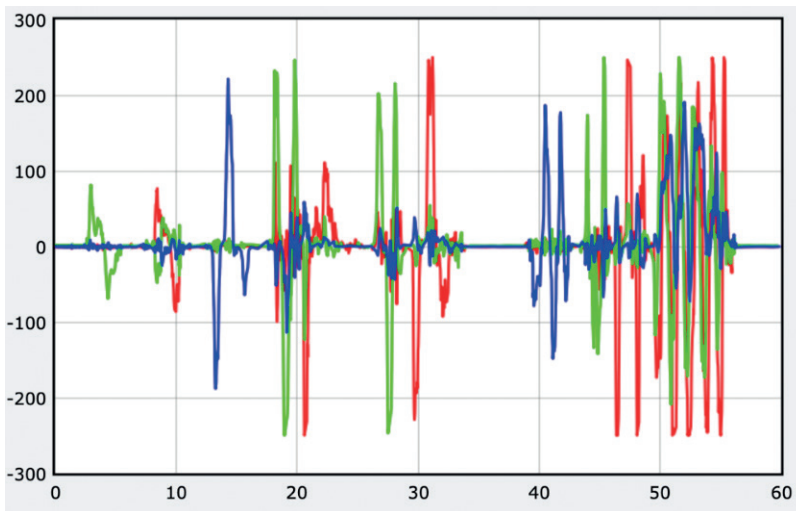

Рис. 12.16. График данных гироскопа в VPython
8. Начните изменять положение робота – поднимите его и попробуйте наклонить по каждой из трех осей. В результате получится график, как на рис. 12.16.
Когда вы меняете положение робота, график резко возрастает, а затем снова возвращается к нулю. Попробуйте наклонить переднюю часть робота (нос) – график возрастет по оси Y. Зеленая линия начнет двигаться вверх (на рис. 12.16 это происходит примерно через 3 с). Если задержать робота в таком положении, линия сгладится. Когда вы вернете его в исходное горизонтальное положение, график начнет резко убывать. Если поднять правую часть робота (по оси X) – красная линия на графике начнет возрастать. Когда вы вернете его в исходное положение – на графике появится отрицательный пик. Теперь попробуйте повернуть робота влево, и на графике начнет возрастать синяя линия. Если повернуть его вправо, появится отрицательный синий пик. Попробуйте менять положение робота по разным осям, чтобы почувствовать, как работают эти измерения.